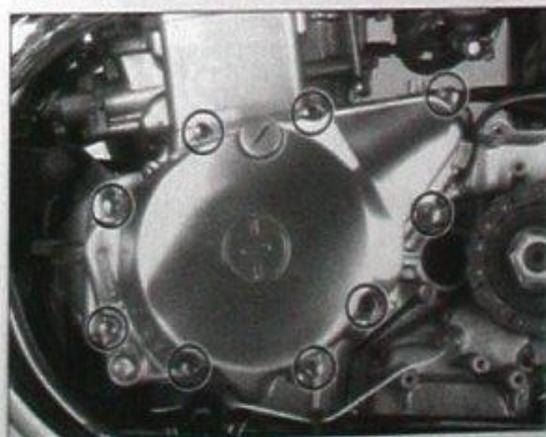

Bild 102
- Die Befestigungsschrauben des Generatordeckels ausdrehen und Deckel abnehmen (Bild 102).